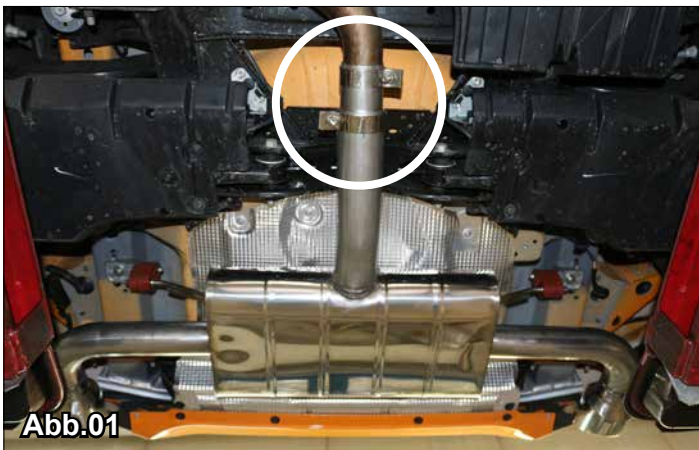

Abb.01
- Der Austauschschalldämpfer FDFO4-... bzw. FDFO4/ST-... wird mit Hilfe des Adapters A70-...VW und der Schelle SCH68 montiert. (Abb.01)